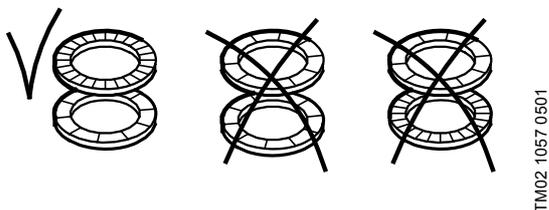

Abb. 14 Richtige Montage der Federscheiben
11. Das Laufrad (Pos. 49) aufschieben und die Kontermutter (Pos. 64c), die Federscheiben (Pos. 66) und die Mutter (Pos. 67) montieren. Siehe Abb. 14.